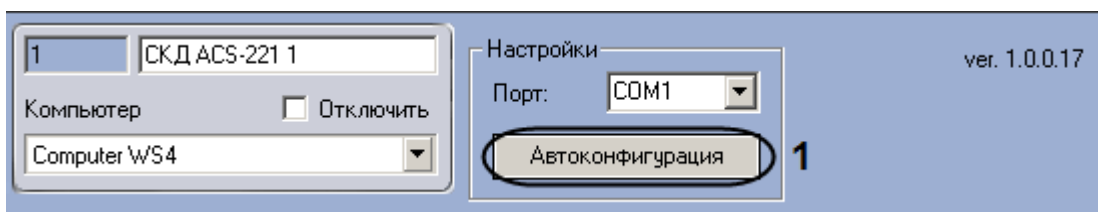

Рис. 3.3—1 Автоматическое построение дерева объектов
1. Перейти на панель настроек объекта **СКД ACS-221** (Рис. 3.3—1).
2. Нажать на кнопку **Автоконфигурация** (Рис. 3.3—1, 1).